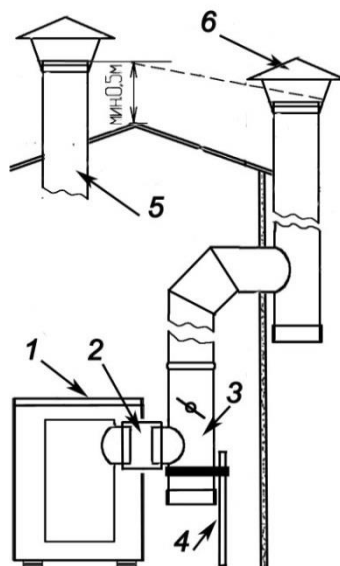
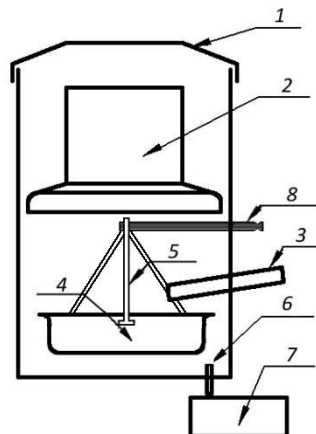

Рис. 1 Схема установки дымовой трубы
Рис. 2 Камера сгорания
- Смонтируйте дымовую трубу (рис. 1).
- Установите в камеру сгорания подвеску 5 с тарелкой 4 и рычаг 8 (рис. 2). **Маслопровод 3 выдвигается с помощью рычагов сзади отопителя.** Сначала опустите подвеску с тарелкой, выдвинув маслопровод. Вставьте рычаг 8, немного приподняв его. **Рычаг должен захватить тягу клапана и пружинить при воздействии на него!** Подвесьте на рычаг подвеску с тарелкой. Задвиньте маслопровод.
После присоединения выхлопной трубы и топливного шланга, с помощью регулируемых ножек выставляем отопитель так, чтобы тарелка, висящая на подвеске, была **равноудалена от стенок** камеры сгорания. При этом соединительная муфта 2 (рис. 1) должна быть максимально разгружена! Так как при нагреве камера сгорания удлиняется!. Вставьте дефлектор 2 и закройте крышку1 (рис. 2).
На Рис.1. схематически изображено устройство дымоотводящей системы:
- Снять крышку 1(рис.2), вынуть дефлектор 2, приподняв, вытянуть рычаг 8, немного вытянуть маслопровод 3 и извлечь подвеску 5 вместе с тарелкой 4.
Очистка маслопровода 3 (рис.2) может осложниться его полной закоксовкой. В этом случае нужно вынуть маслопровод, сняв с него шланг и пройти его сверлом 8 мм, лучше перфоратором.
- * При установке дымовой трубы нужно исключить давление трубы (в том числе и терморасширение) на камеру сгорания, для этого необходимо использовать прилагаемую опору (рис. 1), зафиксировав ее при максимально прижатом вверх к дымовой трубе регуляторе тяги (тройник с заслонкой).